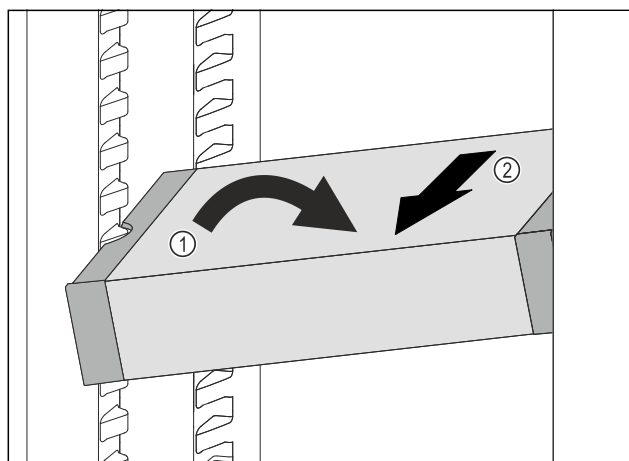

Fig. 112
- ▶ Állítsa ferde helyzetbe a VarioSafe-fiókot a hűtőrésszen. Fig. 112 (1)
- ▶ Előrefelé vegye ki a VarioSafe-fiókot. Fig. 112 (2)